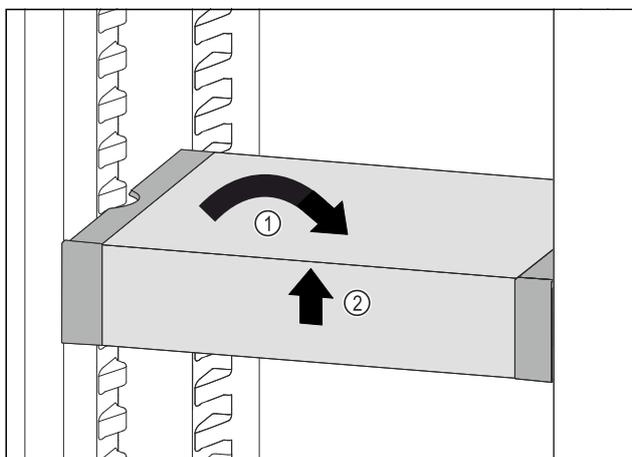

Fig. 115
- ▶ Coloque el VarioSafe en posición recta. Fig. 115 (1)
- ▶ Levante el VarioSafe por la parte delantera. Fig. 115 (2)